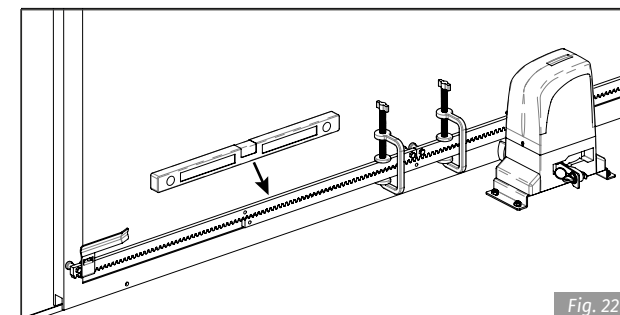

Fig. 22
- 6 • Encostar outro elemento de cremalheira ao anterior, utilizando um pedaço adicional de cremalheira para sincronizar os dentes dos dois elementos (Fig. 22).